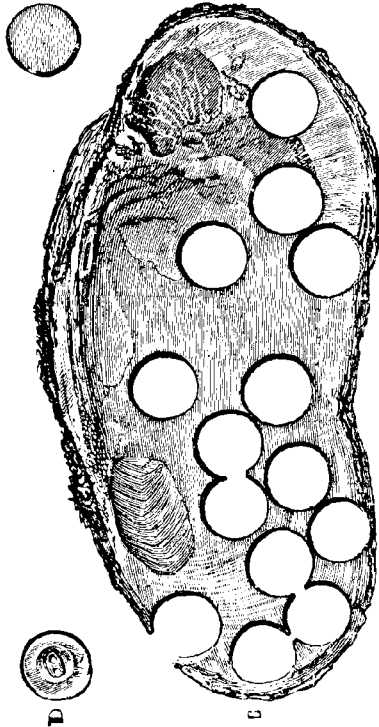

Fig. 131. Valve d'unió sinuée après son emploi dans l'industrie pour la fabrication des boutons de nacre.
**Usages.** — Les coquilles à nacre (fig. 131) sont surtout travaillées en Europe ; elles servent à faire des boutons, des manches de porte-plume, des porte-monnaie et des plaques minces pour incrustations, travaux de marqueterie et de tabletterie (1).